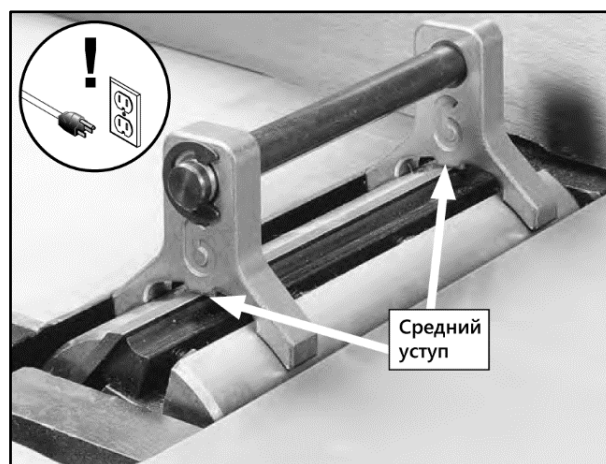

Рисунок 39.
- Расположите устройство для установки ножей на строгальный вал, прямо на нож (рис. 39).
- Расположите устройство для установки ножей над ножом (рис. 39).
- При помощи шестигранника 2,5 мм, вращайте регулировочные винты (рис. 41), чтобы поднять или опустить нож. Когда нож установлен правильно, он будет слегка касаться уступов устройства для установки ножа (рис. 39). Закрутите болты клиньев с усилием достаточным, чтобы удерживать лезвия на месте. Установите остальные ножи аналогичным образом.